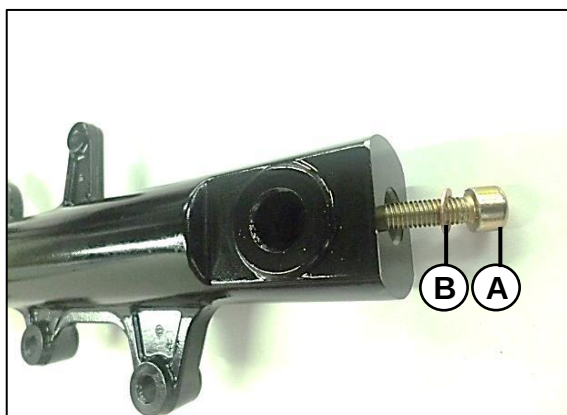

Fig. 12
Verifique el estado del tornillo inferior (A) y su respectiva arandela de cobre (B) remplace siempre la arandela. Fig. 12